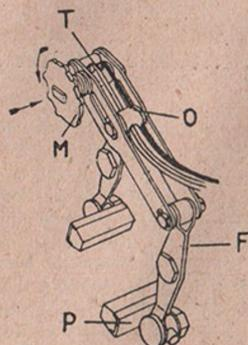

FIG. 8.
Engager ensuite le câble de frein dans le trou « C » du guide-arrêt de gaine, puis dans le trou « T » de l'axe de la manette « M » et le faire dépasser de 4 à 5 mm (Fig. 8). Contrôler que les portepatins (P) soient serrés le plus possible contre les bras de frein (F) afin de donner le maximum de course aux patins. Vérifier ensuite en appuyant les patins sur la jante, que ceux-ci soient bien en ligne avec le profil de la jante.
**RÉGLAGE DES FREINS (Fig. 8)**